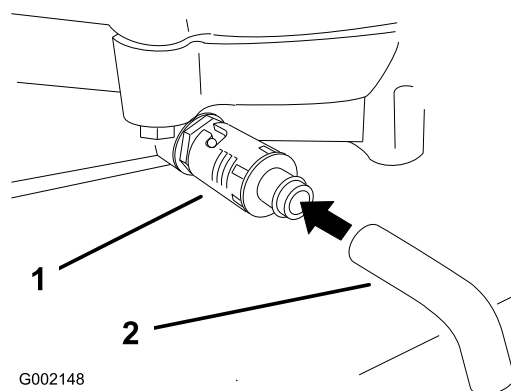

Figura 20
4. Collocate una bacinella sotto lo spurgo. Girate la valvola di spurgo dell'olio per lasciare defluire l'olio (Figura 20).